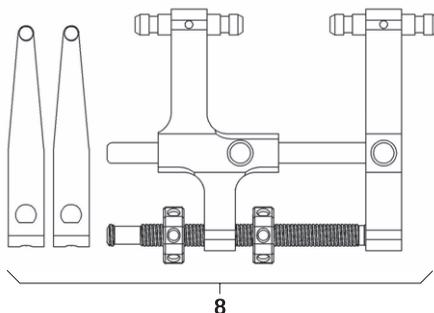

Fig. 13
- ▶ Montare il distrattore **8** con valve da distrazione, vedere Fig. 13.